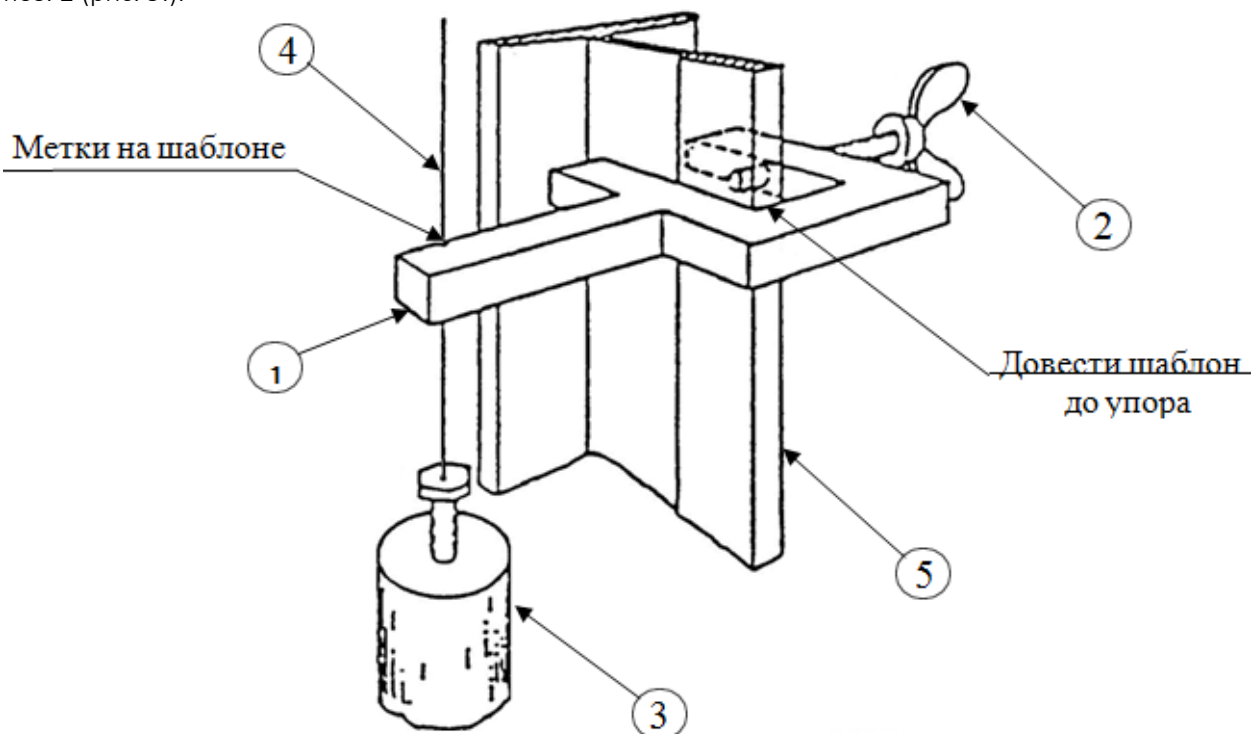

рис.9
5.4.2 Проверить правильность крепления шаблонов на направляющих и затянуть стопорный болт поз. 2 (рис. 9).